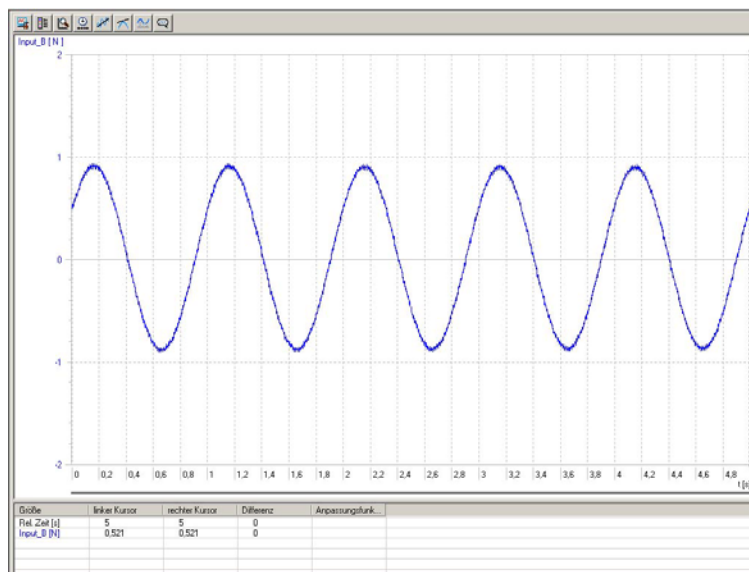

Fig. 2 Rappresentazione della schermata di un'oscillazione massa - molla debolmente smorzata in 3B NETlab™ (U11310)
- Avviare la registrazione della curva di misurazione in 3B NETlab™ (Fig. 2).